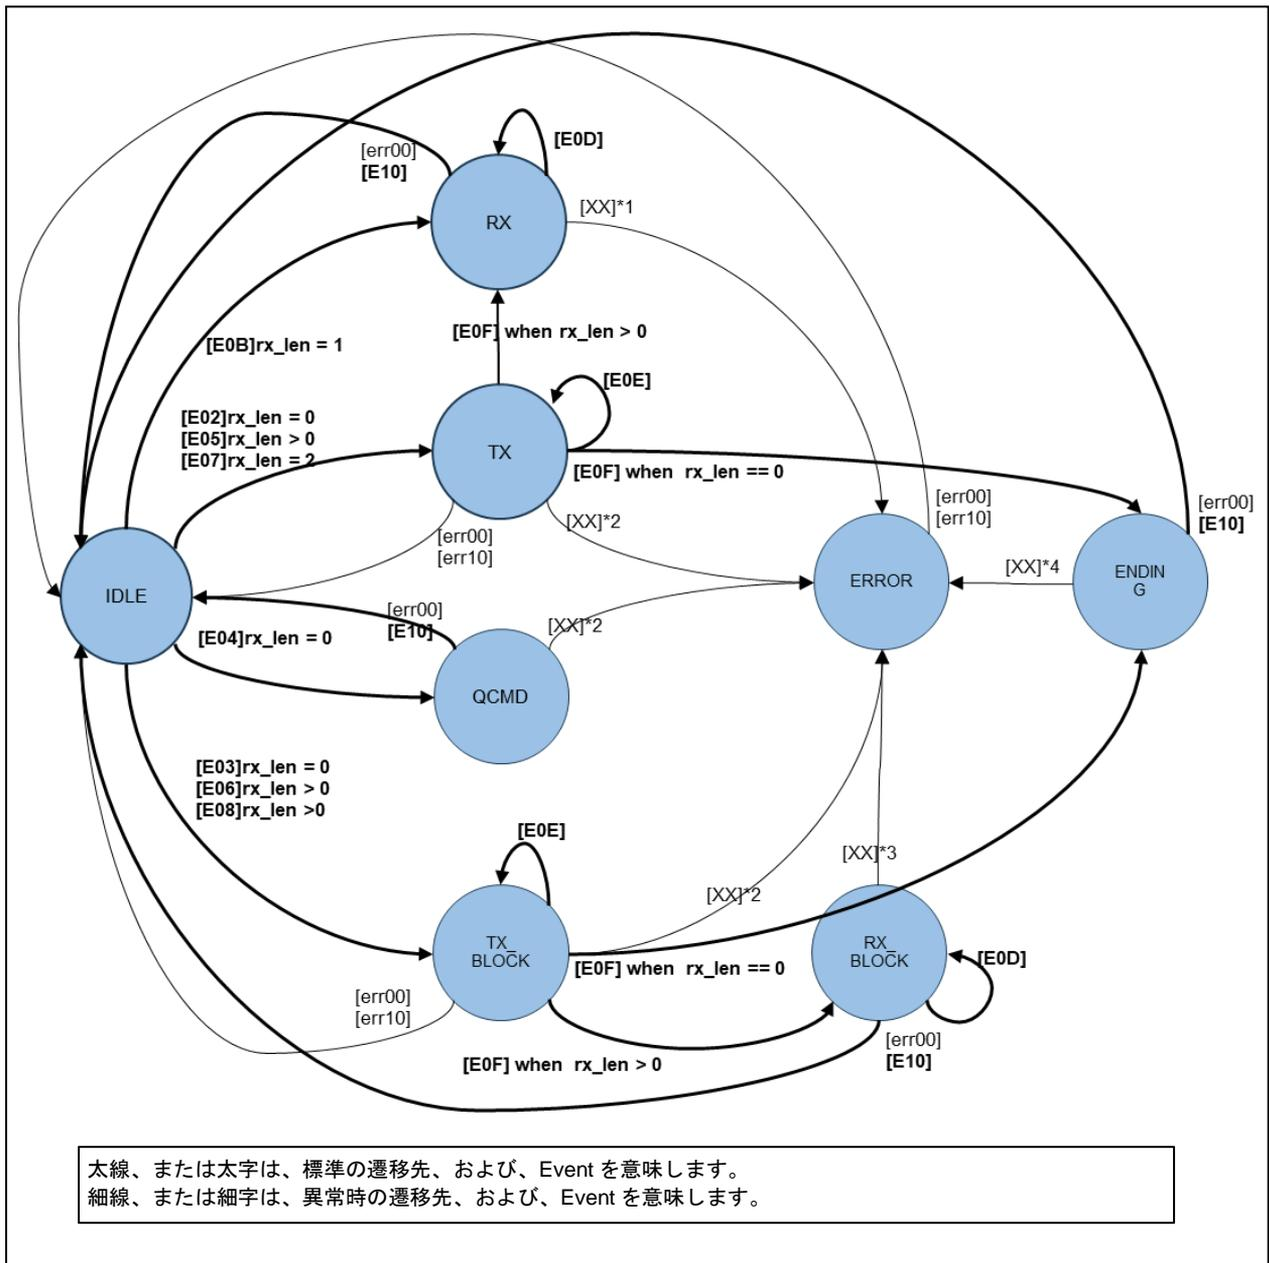

図 28 PMBus Master Application Layer 状態遷移図
PMBus Master の Application Layer 状態遷移は、コマンドコードに合わせて、送信、受信、Quick コマンド、Block コマンド、およびエラー処理の状態を管理します。以下図 28、図 29、および表 12 に示します。
- ・ 薄青は図 28 における状態遷移を意味します。